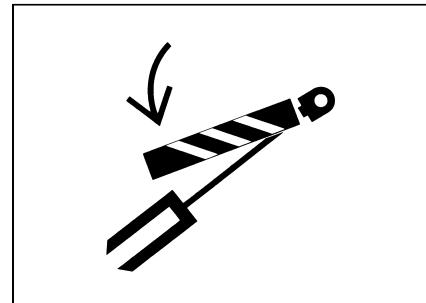

Рис. 1-53
- Следует избавиться от всех вращающихся и подвижных агрегатов (рис. 1-53).